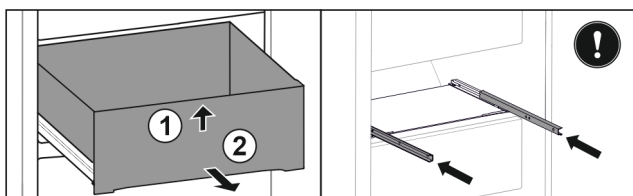

Fig. 132
- ▶ Nadzvedněte zásuvku vpředu. Fig. 132 (1)
- ▶ Vyjměte zásuvku dopředu. Fig. 132 (2)